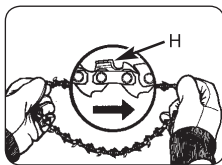

Рис. 3F
5. Расстелите цепь в круг, направив режущие кромки (А) по ходу часовой стрелки по периферии (Рис. 3F).